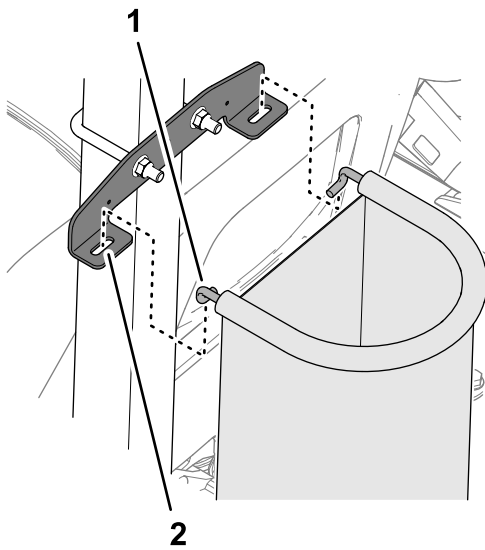

Figura 24
- Inserite i ganci dell'anello nelle fessure della staffa di montaggio (Figura 24).